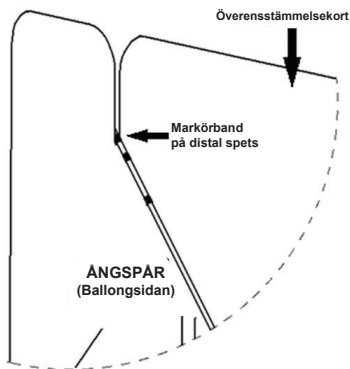

Bild 2 Rak konfiguration
5. Placera den distala spetsens markörband med böjen längst ner och inuti ångspåret. (se bild 2)
4. Placera den distala spetsens markörband längst ned och inuti ångspåret (se bild 2).